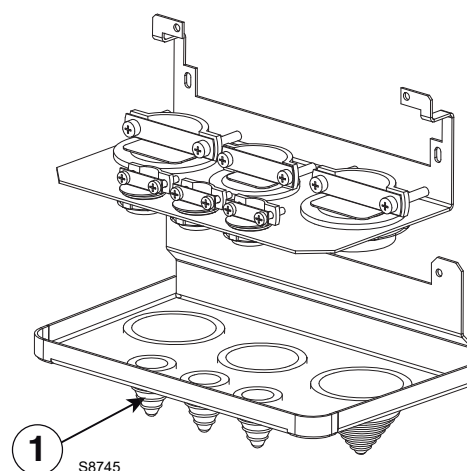

Fig. 8
- utiliser les bouchons en caoutchouc 1) (Fig. 8) situés dans la partie située en dessous de l'inverter pour le passage du câble blindé du moteur.